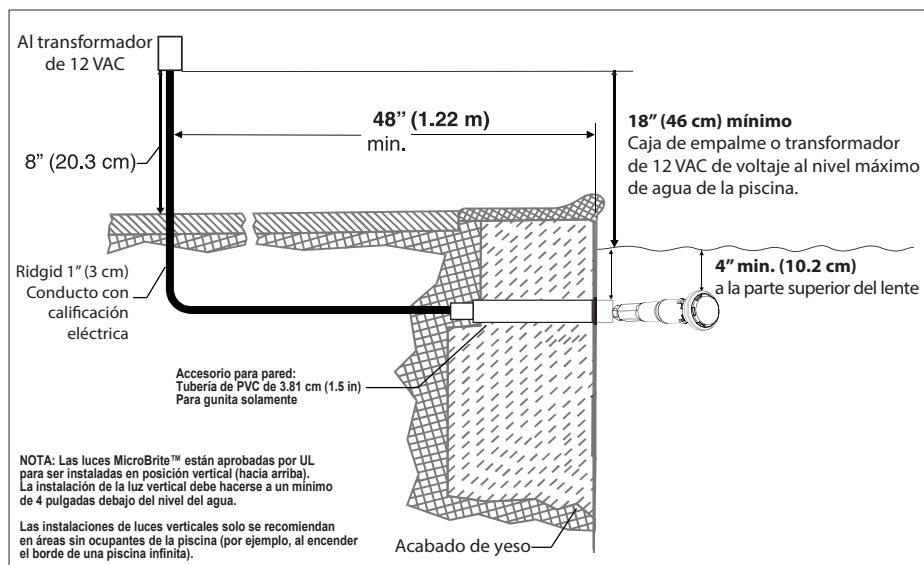
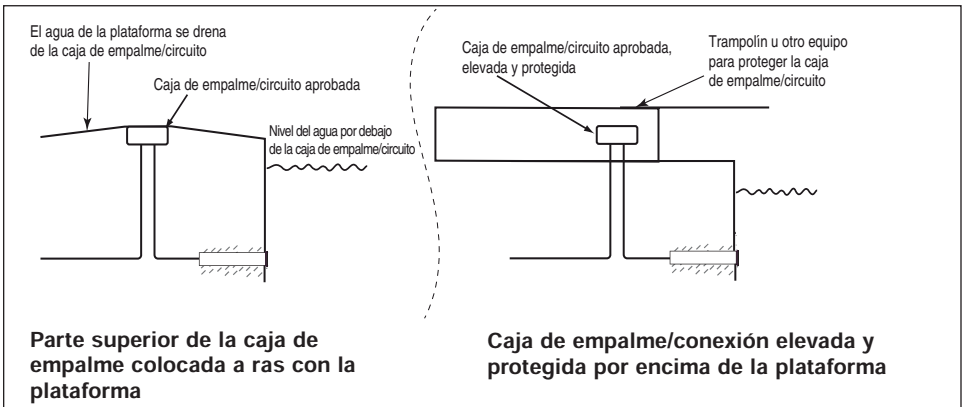

Figura 1.
Figura 2, Canadá.
ANTES DE COMENZAR: la información siguiente describe las tareas que debe realizar el electricista *antes* de instalar la conexión de pared de la luz. Vea la figura 1 en la página 7.
- La caja de empalme y el transformador de bajo voltaje deben estar ubicados al menos 4 (cuatro) pulgadas (10.16 cm) por encima del nivel del suelo u ocho (8) pulgadas (20.3 cm) por encima del nivel máximo de agua de la fuente, el que sea más alto. La caja de empalme debe estar a una distancia de al menos 48 pulgadas (1.22 m) del borde de la piscina. Vea la figura 2 en la página 8.
- La caja de empalme/conexión debe estar sellada para evitar la entrada del agua, consulte la Figura 2 debajo.
Consulte la Figura 1 en la página 5, para la instalación de la caja de empalme en los Estados Unidos, vea la Figura 2 en la página 6 para la instalación de la caja de empalme en Canadá.
- La caja de empalme y el transformador de bajo voltaje deben estar ubicados al menos 4 (cuatro) pulgadas (10.16 cm) por encima del nivel del suelo u ocho (8) pulgadas (20.3 cm) por encima del nivel máximo de agua de la fuente, el que sea más alto. La caja de empalme debe estar a una distancia de al menos 48 pulgadas (123 cm) del borde la piscina. Vea la figura 1 en la página 8.
- La conexión de pared de la luz MicroBrite debe instalarse adecuadamente para que el borde superior del lente de la luz MicroBrite esté al menos a 4 pulgadas (10.16 cm) por debajo (no más de 48 pulgadas (123 cm) por debajo en Canadá) de la superficie del agua en la piscina o spa. Vea la figura 1 en la página 8.